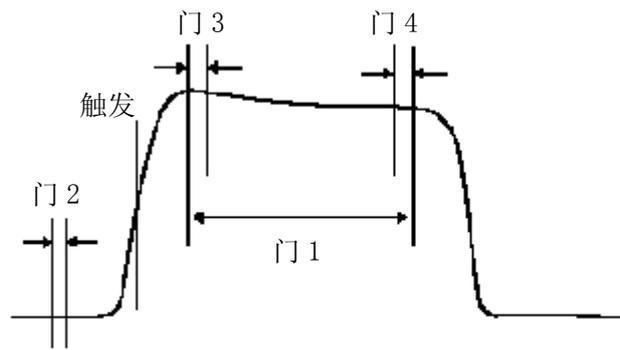

图 5-13 测量门示意图
例如，如图 5-13 设置测量门，可以进行以下测量：
- 11) 按【通道】>[通道 A]> [门设置]，选择[门 4]，选择[当前门 4]，并设置起始时间为 17us，长度为 2us；此时门设置如图 5-13 所示；